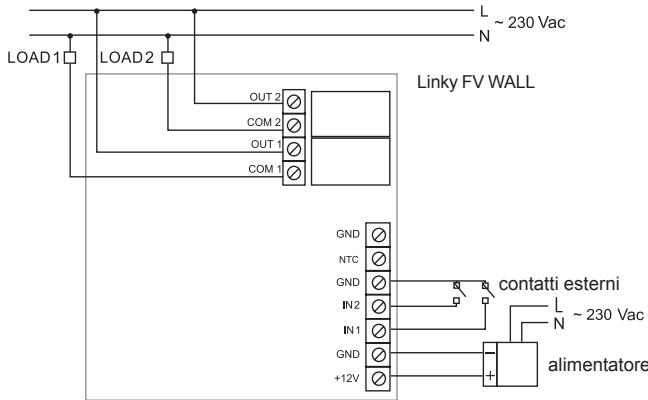
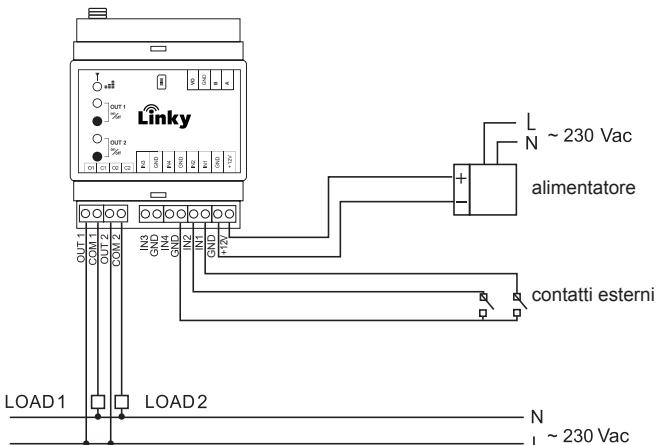

Fig. 8
Fig. 9
B. Eseguire i collegamenti elettrici seguendo lo schema di collegamento più appropriato (Fig.8).
Seguire lo schema di collegamento riportato in Fig.8 (modello WALL) e Fig.9 (modello DIN).